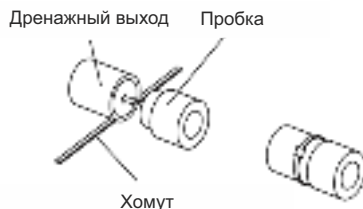

Рис. 4.24
- (7). Агрегат поставляется по умолчанию с одним дренажным выходом слева (на стороне электрического блока управления); второй дренажный выход справа закрыт пробкой.
- (8). При использовании правого дренажного выхода закройте пробкой левый дренажный выход (Рис. 4.24).